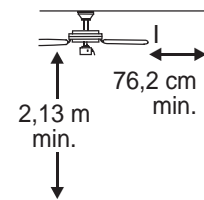

Fig. 3
3. Asegúrese de que las paletas (I) del ventilador queden a por lo menos 76,2 cm de cualquier obstrucción. Verifique la longitud del vástago (A) para asegurarse de que las paletas (I) queden a por lo menos 2,13 m arriba del nivel del piso. [Fig. 3]